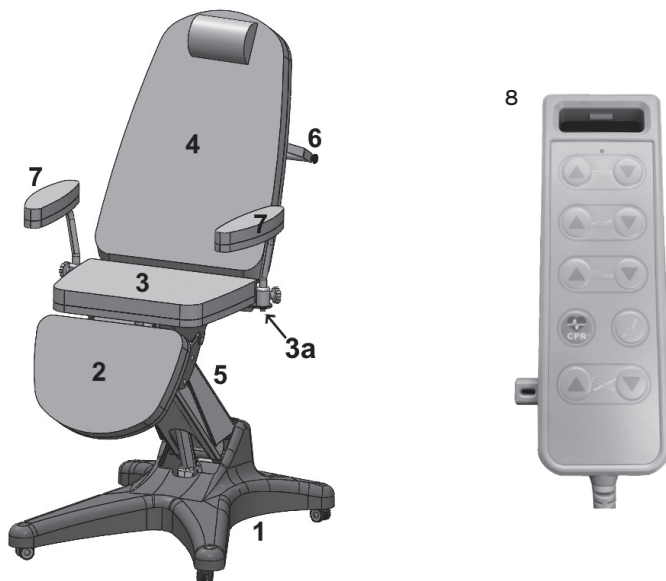

Fig.1
- Realizar la instalación del portarrollo (ref.6 fig. 1, 2, 3) sobre el lado posterior del respaldo introduciendo los tornillos en los 4 orificios previstos (2 por lado) (Nota: en algunos modelos de sillón el portarrollo viene ya instalado).
- En los modelos PM100 y PM120: instalar los brazos acolchados (ref.7 fig.1 y 2) con el correspondiente pomo sobre el casquillo de soporte (ref.3° fig.1 y 2)